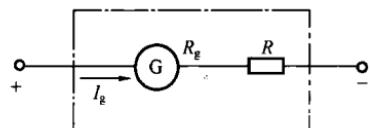

图 1-5 [例 1-1] 图
**【例 1-1】** 假设有一个表头, 如图 1-5 所示, 电阻  $R_g = 1000\Omega$ , 满偏电流  $I_g = 100\mu A$ 。要把它改装成量程是 10V 的电压表, 应该串联多大的电阻?